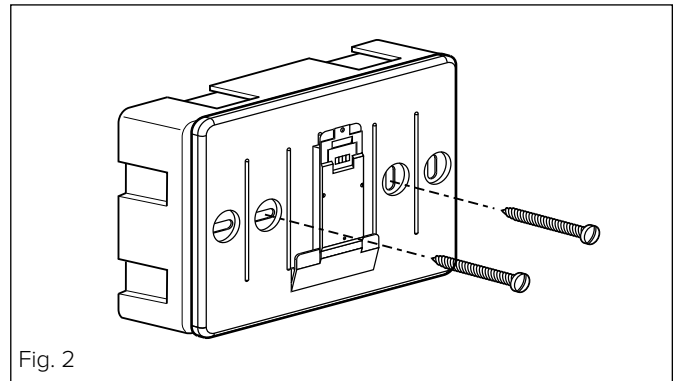

Fig. 2
- fijar la base del aparato a la caja en la pared, usando los tornillos del kit (fig.2),